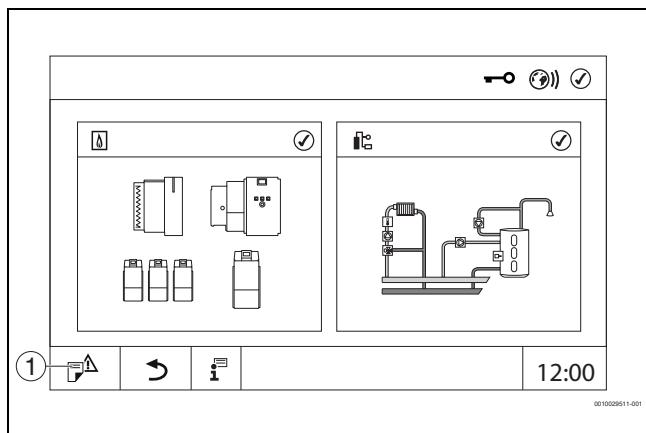

Рис. 11 Вызов **сервисное меню**
- Нажмите и удерживайте знак (→ рис. 11, [1]) ок. 5 секунд.